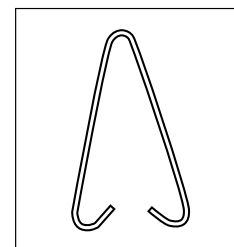
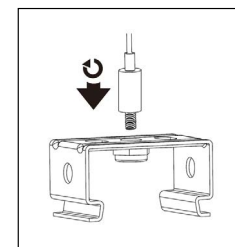

Рис. 5
Рис. 6
- 5.13 Для установки осветительного прибора на подвесы используйте скобы (2 шт. – рис. 5) для подвешивающего монтажа (входят в комплект поставки) или тросовую систему подвеса (рис. 6) (в комплект поставки не входит и приобретается отдельно).